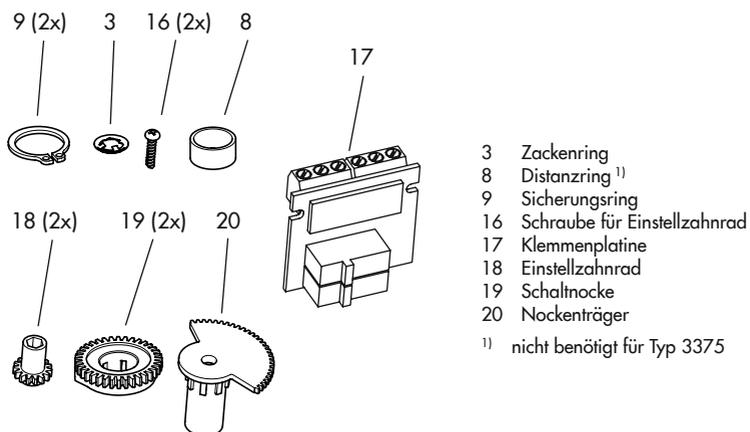
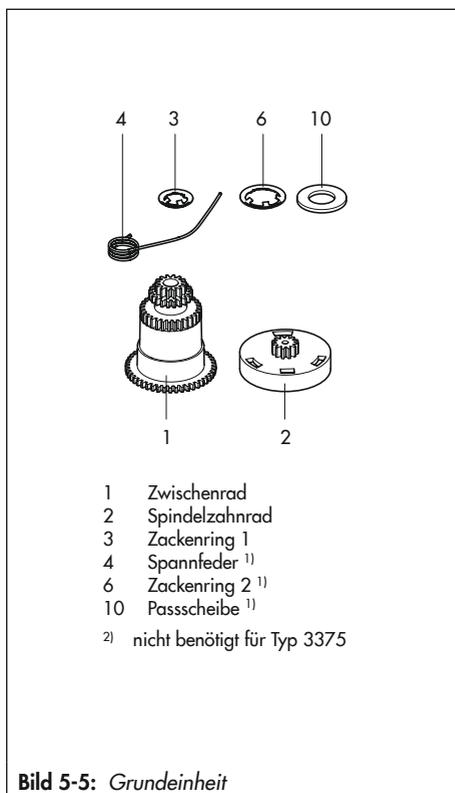

Bild 5-4: Mechanische Grenzkontakte
Bild 5-5: Grundeinheit
- Grundeinheit Best.-Nr. **1400-8829** (vgl. Bild 5-5)
- Nachrüstsatz Best.-Nr. **1402-0898** (vgl. Bild 5-4)
Die Schaltnocken (19) sind mit dem Nocken­träger (20) und den Sicherungsringen (9) bereits zur Schaltnockeneinheit (21, vgl. Bild 5-4) vormontiert.
Bauteile aus der Grundeinheit und dem Nachrüstatz (vgl. Bild 5-4 und Bild 5-5) werden benötigt.
Bauteile aus dem Nachrüstsatz (vgl. Bild 5-5 auf Seite 5-5) werden benötigt. Zwischenrad (1), Spindelzahnrad (2) und Zackenring (3) aus der Grundeinheit (vgl. Bild 5-5 auf Seite 5-5) sind bereits eingebaut.
Wenn der Antrieb ohne Grenzkontakte ausgestattet ist, werden Bauteile aus dem Nachrüstsatz (vgl. Bild 5-5 auf Seite 5-5) benötigt.